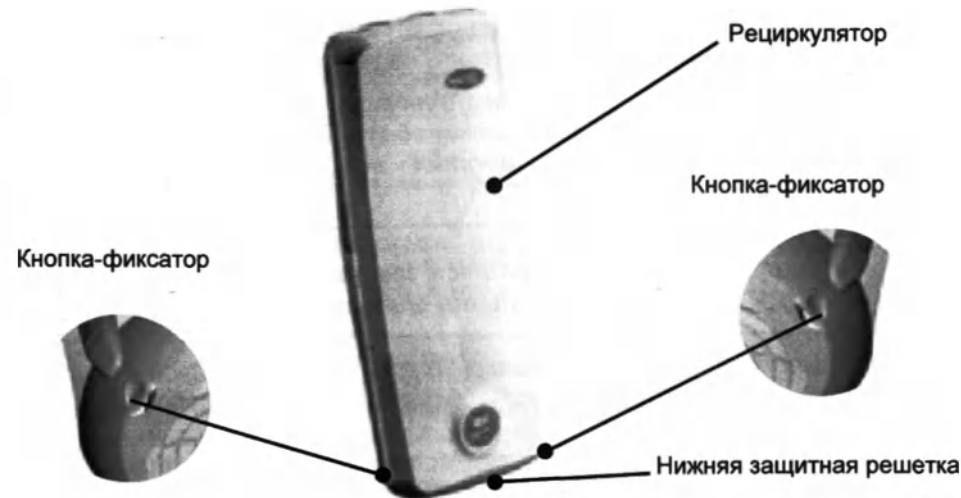

Рис.4
ООО ЦИРМИ INFO@CIRMI.RU WWW.GOSZDRAVNADZOR.RU, одновременно нажав кнопки-фиксаторы (рис.4).
- Установить нижнюю защитную решетку на корпус Рециркулятора нажатием до «щелчка» кнопок-фиксаторов (рис.4).